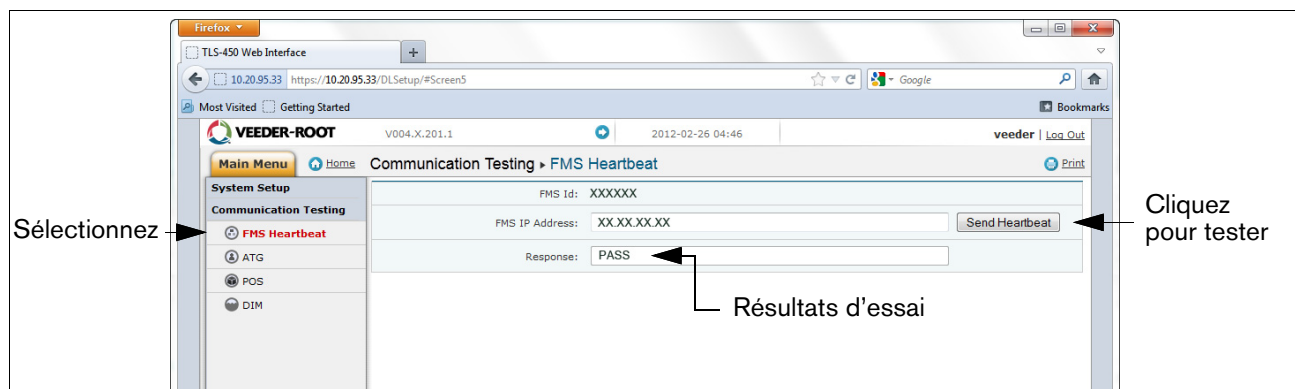

Figure B-18. Ecran FMS Heartbeat
19. L'enregistreur de données devrait maintenant être configuré pour recueillir les données d'inventaire et transactionnelles, qui seront régulièrement récupérées par FMS. Pour vérifier la connectivité avec FMS, reconnectez l'enregistreur de données au modem cellulaire ou réseau. Accédez à l'écran de test des communications de l'application DLSetup, cliquez sur « FMS Heartbeat », puis cliquez sur le bouton « envoyer Heartbeat » (voir la Figure B-18). Attendez que le texte « Réponse » indique SUCCES ou ECHEC. Un SUCCES confirme que l'enregistreur de données communique bien avec FMS. Un ECHEC indique que la connexion est interrompue. Vous devrez contacter FMS ou l'administrateur réseau pour vous aider à trouver une solution.